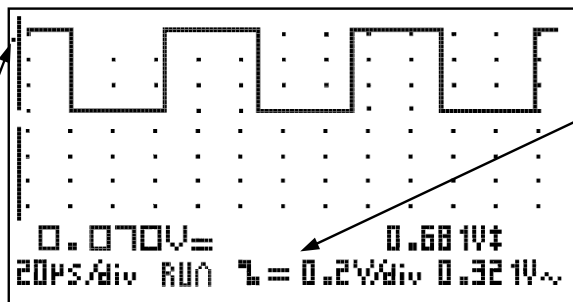

Fig 31
Press first the X/Y-pos key before pressing the arrow keys in order to move the signal in the direction of the arrows. Prolonged pressing will make the X or Y- position change faster. A small dot (1) in the left-hand corner of the screen will indicate the direction in which the signal has moved (Y pos). In this manner, the user will know in which direction the signal was going when it went off-screen. (Fig 31 & 32)
Druk eerst op de X/Y-pos toets vóór men de pijltoets indrukt voor het verschuiven van het signaal in de richting van de pijlen. Langdurig indrukken zal de X of Y-positie sneller verschuiven. Een klein puntje (1) links van het scherm zal aanduiden in welke richting het signaal verschoven is (Y-positie), zodat bij het verdwijnen van het signaal buiten het scherm men weet in welke richting het verschoven is. (Fig 31 & 32)
Enfoncez d'abord la touche "X/Y-pos" avant d'utiliser les curseurs fléchés pour déplacer le signal dans la direction voulue. Maintenez la touche enfoncée pour déplacer rapidement la position Y. Un petit point (1) à gauche de l'écran indique dans quelle direction le signal a été déplacé, de sorte que lorsque celui-ci disparaît de l'écran, vous savez dans quelle direction il s'est déplacé. (Fig 31 & 32)
Drücken Sie zuerst die „X/Y-pos“ Taste, bevor Sie die Pfeiltasten drücken. Das Signal wird in Richtung der gedrückten Taste verschoben. Langes Drücken sorgt für ein schnelleres Verschieben der Y-Position. Ein kleiner Punkt (1) links im Bildschirm wird anzeigen, in welche Richtung das Signal verschoben wurde, so dass Sie beim Verschwinden des Signals aus dem Bildschirm wissen, in welche Richtung das Signal verschoben wurde. (Abb. 31 & 32)